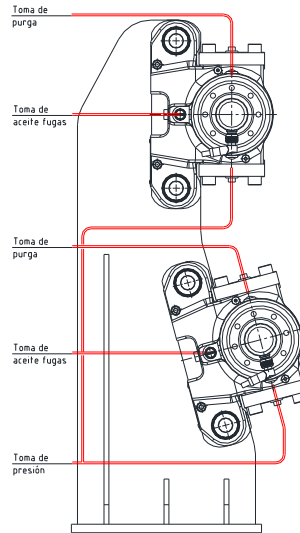

Figura 14: Toma de presión de varios frenos (en paralelo)
En el montaje de varios frenos recomendamos conectar la toma de presión individualmente para cada freno (paralelo) (véase figura 14).
**En la conexión en paralelo de frenos (véase figura 14) cada freno debe ser purgado independientemente.**